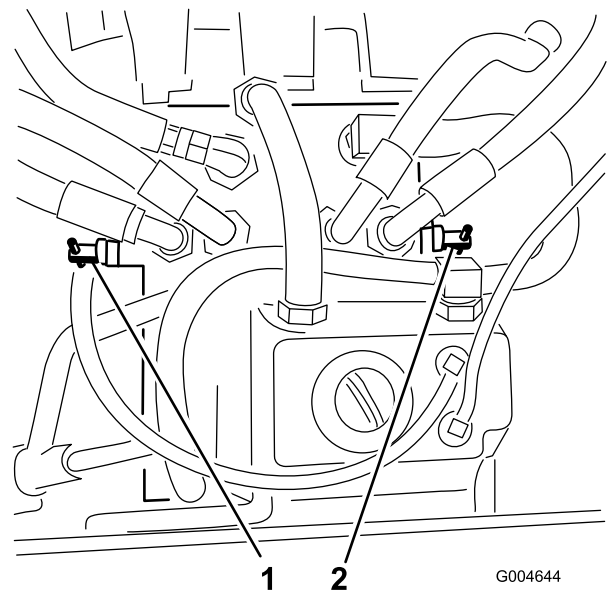

Figura 32
4. Gire cada válvula de desvío una vuelta en sentido antihorario para liberar el sistema; gire cada válvula de desvío en sentido horario para restablecer el sistema (Figura 32).